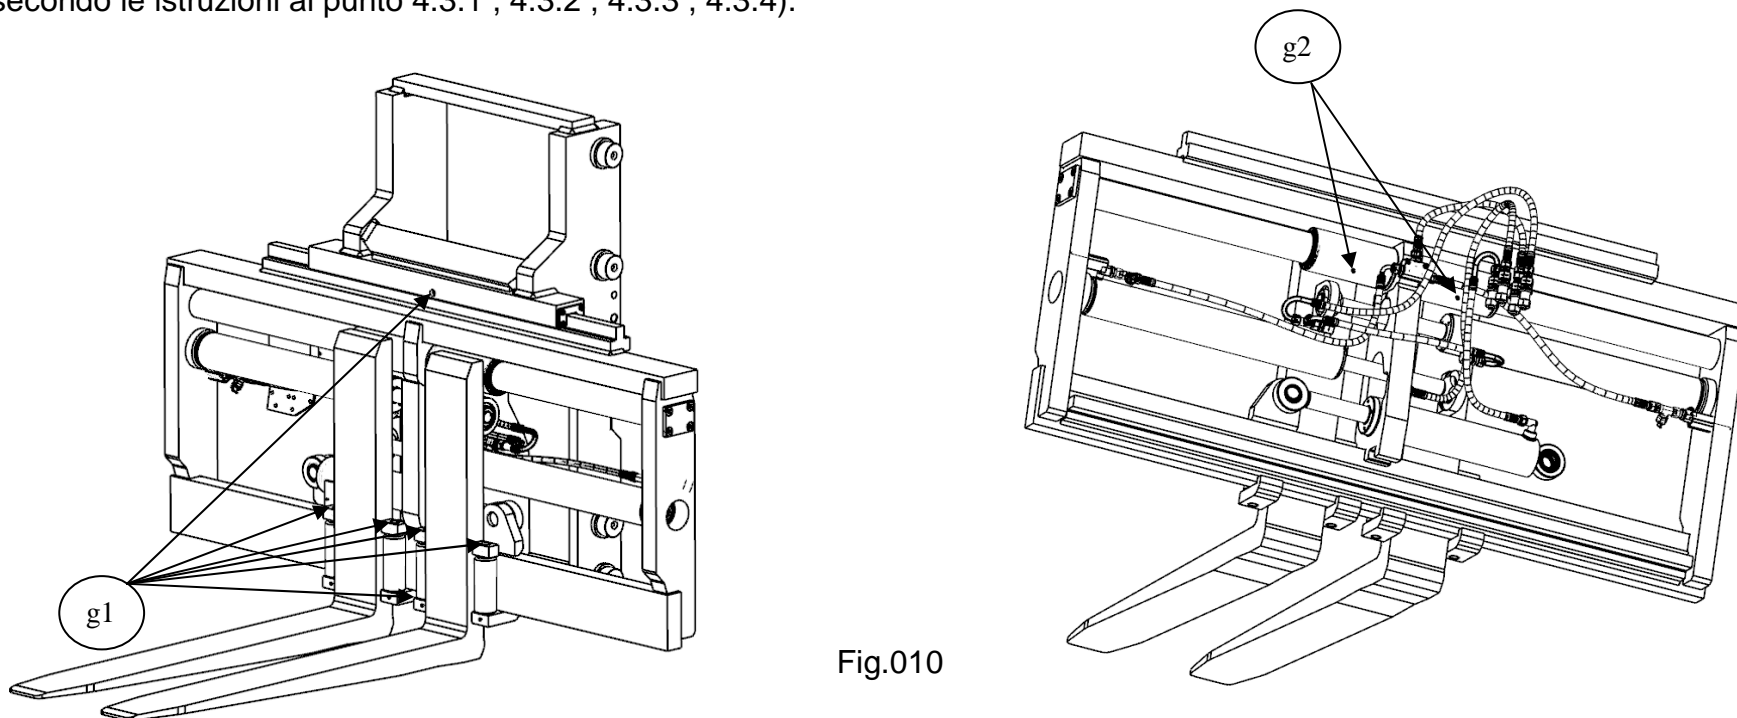

Fig.010
4.2 Manutenzione periodica (Fig.010)